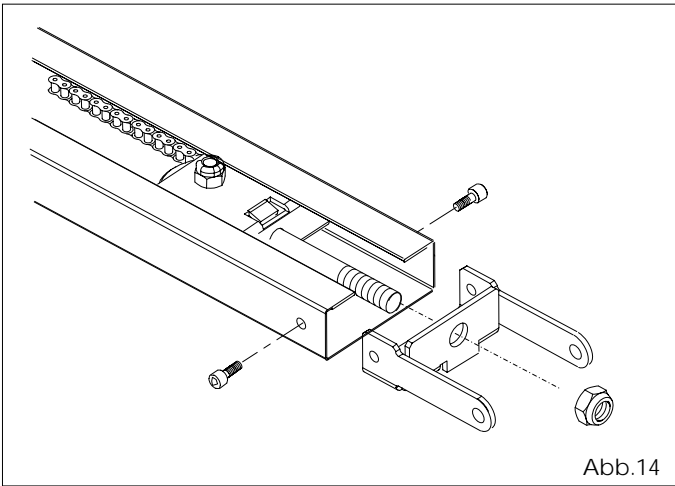

Abb.14
5.10 Den Flansch in die Gleitführung einfügen und mit den zwei mitgelieferten M5-Innensechskantschrauben (Abb.14) befestigen und die Kette über die Mutter (Abb.14) spannen.